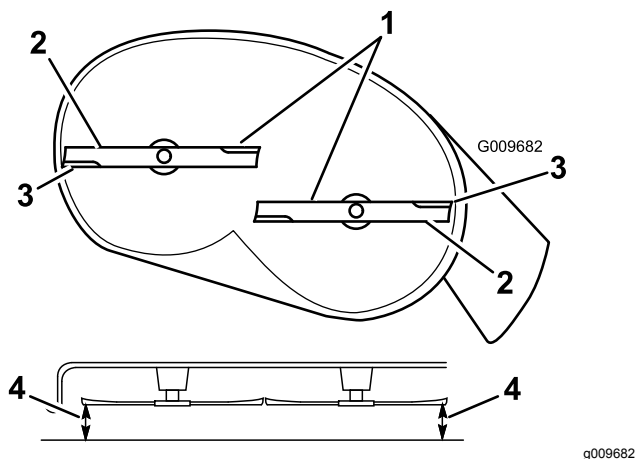
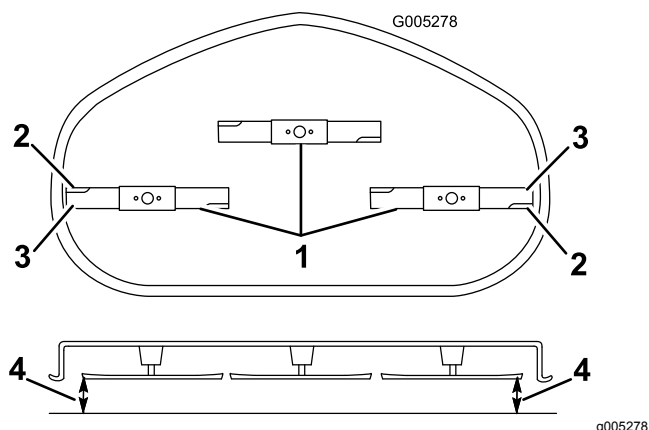

Figure 51
Figure 52
4. Faites pivoter les lames avec précaution pour qu'elles soient toutes parallèles (Figure 51 et Figure 52).
5. Mesurez la distance entre les tranchants extérieurs et la surface plane (Figure 51 et Figure 52).